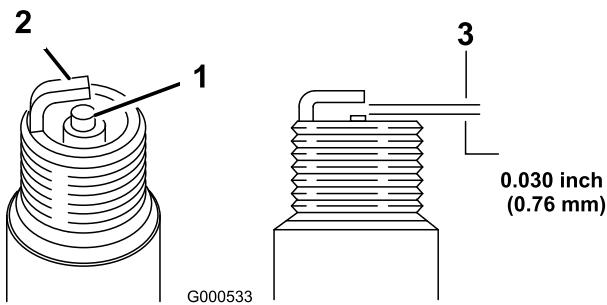

Figura 50
1. Controllate il centro delle candele (Figura 50).
2. Verificate la distanza tra gli elettrodi centrale e laterale (Figura 50), e se non è esatta piegate l'elettrodo laterale.